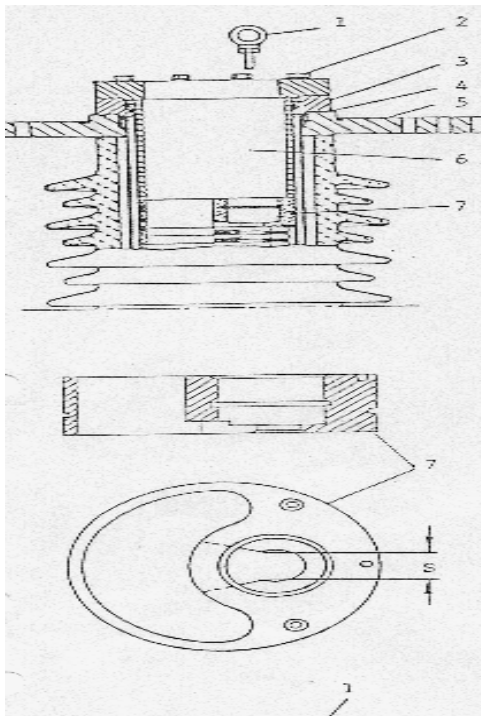

FIGURA 15
17. Lave los discos y la cámara desarmada con aceite dieléctrico. Limpie con tela garza (o cualquier otro tipo de tela que no suelte motas) y aceite las superficies entre la brida de sujeción 15-3 y la brida de conexión 15-5 (Ver figura 15). Lave en un recipiente que no permita derrames de aceite en la gravilla ó en el área de trabajo. Tenga en cuenta el orden de las cámaras para evitar errores en la armada de las cámaras ,las cuales van intercaladas en sus orificios de disipación de arco